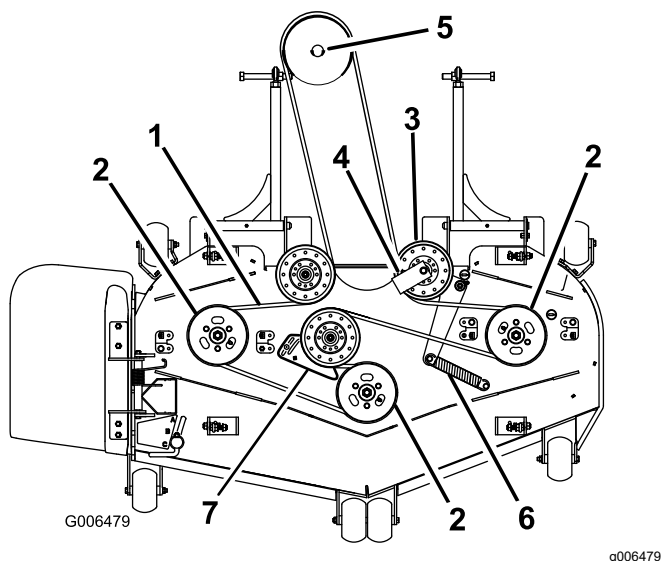

Bild 83
7. Nehmen Sie die Riemenführung an der gefederten Spannscheibe ab, wie in Bild 83 abgebildet.
9. Verlegen Sie den neuen Riemen um die Mähwerk- und Getriebespannscheiben unter dem Motor (Bild 83).
10. Setzen Sie die Riemenführung mit einem Winkel von 45° auf dem gefederten Spannarm ein, wie in Bild 83 abgebildet. Ziehen Sie die Schraube mit 37-45 N·m an.
11. Haken Sie die Spannscheibenfeder in die zwei Streben ein (Bild 83).